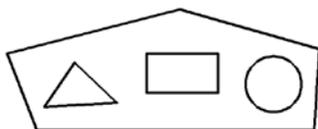

图 4.5.1 面域创建举例
下面以图 4.5.1 所示的例子来说明面域创建过程。在本例中，假设外面的五边形是用多段线命令 (`PLINE`) 绘制的封闭图形，三角形是一个由直线 (`LINE`) 命令绘制的封闭图形，长方形是用矩形命令 (`RECTANG`) 绘制的封闭图形，圆是使用圆命令 (`CIRCLE`) 绘制的封闭图形。
Step3. 在命令行 **选择对象:** 的提示下，框选图 4.5.1 中的所有图元，按 `Enter` 键结束选取。系统在命令行提示 **已创建 4 个面域。**，这表明系统已经将四个封闭的图形转化为四个面域了。